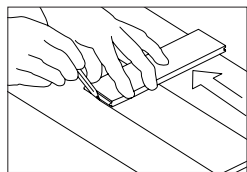

Figure 11
- Planche d'essai :** Si le mur n'est pas droit, trusquiner au besoin la première planche (Figure 11) pour maintenir l'alignement avec le trait de craie. Installer une planche d'essai (à chant rectiligne) en utilisant les fixations appropriées pour le sous-plancher. Si une planche est utilisée pour la rangée de départ, s'assurer que le chant avec rainure fait face au mur.
- Cales :** Aligner la première rangée avec le mur à l'aide de cales pour maintenir un jeu de dilatation de 13 mm (1/2 po) et pour stabiliser le produit. Si le mur n'est pas droit, trusquiner au besoin la première planche (Figure 11) pour maintenir l'alignement avec le trait de craie.